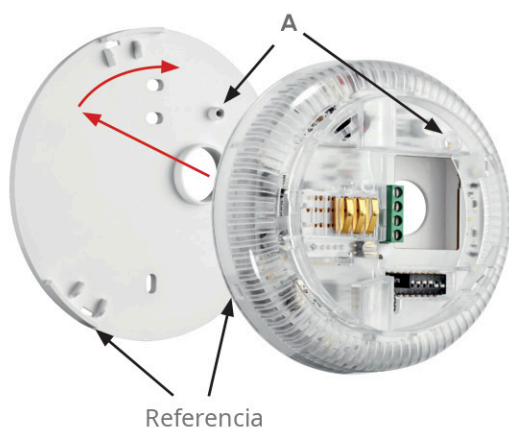

Fig. 1
- ✓ ☐ junto con el disco de plástico y apriételo (Fig. 1)